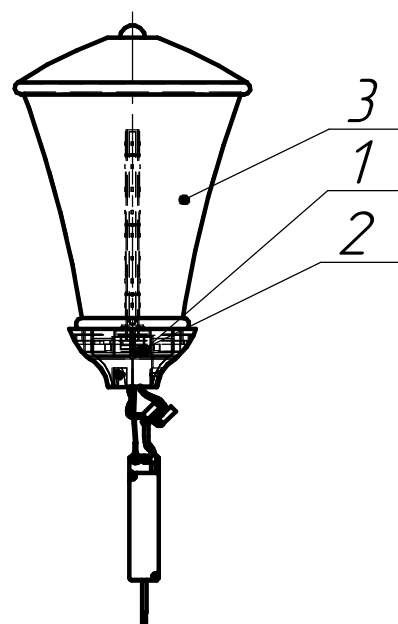

Рисунок 2
3. Рассеиватель Monreal Opal тонированный поз.3 см. рисунок 2.